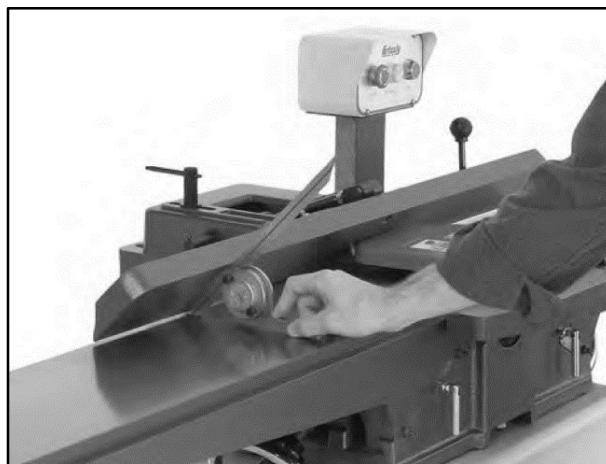

Рисунок 49.
- При помощи малки установите параллельный упор под углом 45 градусов (рис. 49). Открутите контргайку (рис. 50).